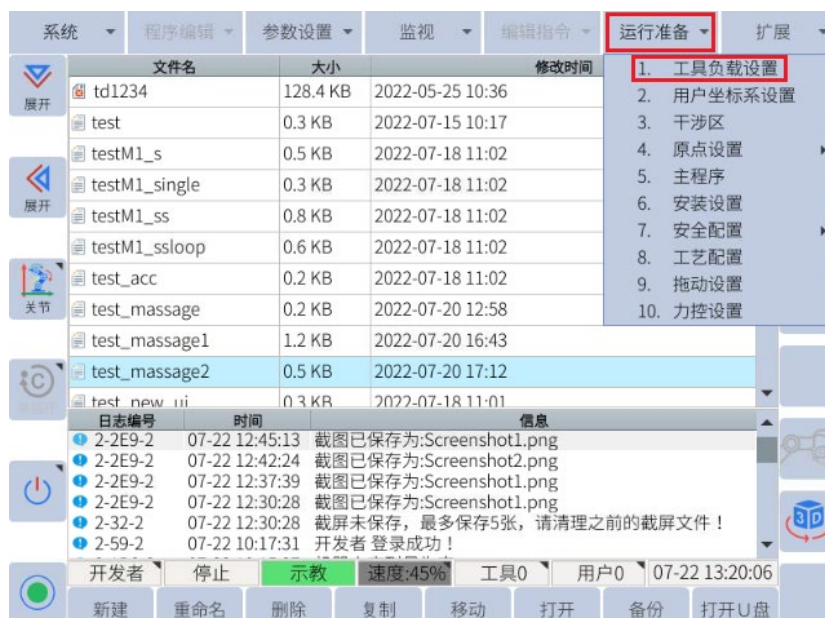

图 6-30: 顶部菜单栏“运行准备->工具负载设置”
- 点击顶部菜单栏中的运行准备->工具负载设置，进入工具号界面，如图6-30所示：